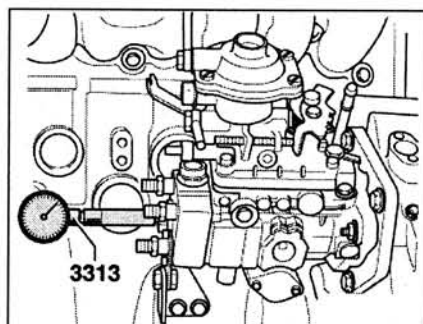

Рис. 3.49. Вкрутите переходник и установите цифровой индикатор в отверстие под пробку в головке топливного насоса с предварительным натягом.
8. Вкрутите переходник и установите цифровой индикатор (диапазон измерений 0-5.0 мм) в отверстие под пробку в головке топливного насоса с предварительным натягом 1.0 мм (рис. 3.49).